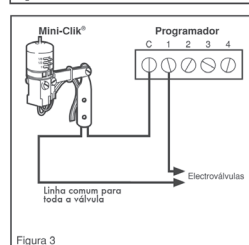

Figura 3
A. Válvulas Solenóide de 24 Volts Apenas (Não para bomba de reforço) (Veja Figura 3) Com os dois cabos do Mini-Clik no controlador, encontre o cabo "terra comum" das válvulas solenóides. Se ele esta conectado ao terminal comum no controlador, desconecte-o. Ligue um cabo do Mini-Clik ao terminal "comum" controlador (normalmente marcado "C"). Ligue a outro cabo do Mini-Clik ao cabo comum que vai para as válvulas Observação: O cabo comum para as válvulas não tem que ser interrompido no controlador. O Mini-Clik podeseer em qualquer lugar na da linha do cabo comum.